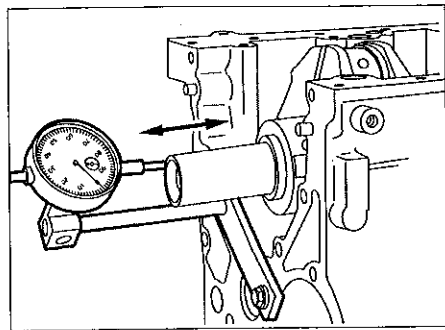

FIG.55
- Contrôler le jeu axial (Fig.55).